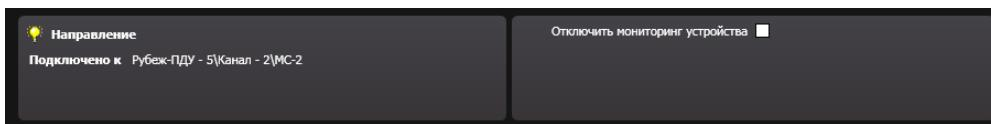

Рисунок 14.3.65 – Свойства адресного устройства Направление
26) При выделенной в рабочей области строке адресного устройства **Направление**, подключаемого к устройству Рубеж-ПДУ, поле свойств устройства отображает (Рисунок 14.3.65):